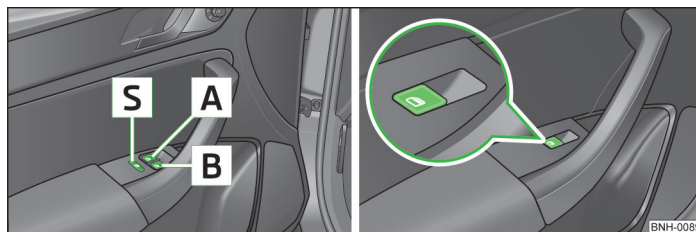

Fig. 17 Teclas en la puerta del conductor/en las puertas traseras
- Si se transporta niños en los asientos traseros, se recomienda poner fuera de funcionamiento los elevalunas eléctricos de las puertas traseras (conmutador de seguridad) **[S]** » fig. 17.
Se puede poner fuera de servicio de las teclas en las puertas posteriores pulsando el interruptor de seguridad **[S]** » fig. 17. Se ponen de nuevo en funcionamiento las teclas en las puertas traseras pulsando repetidamente el conmutador de seguridad **[S]**.